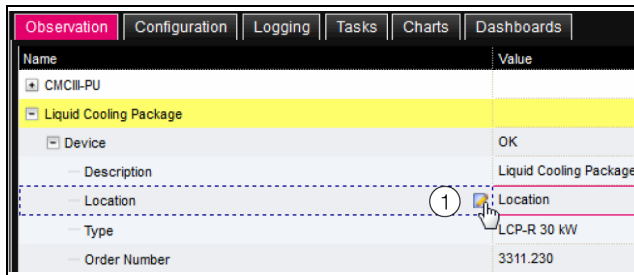

Fig. 111 : paramètre éditible avec symbole « Edit »
stylo lorsque vous placez le curseur de la souris sur la ligne correspondante (fig. 111, pos. 1).